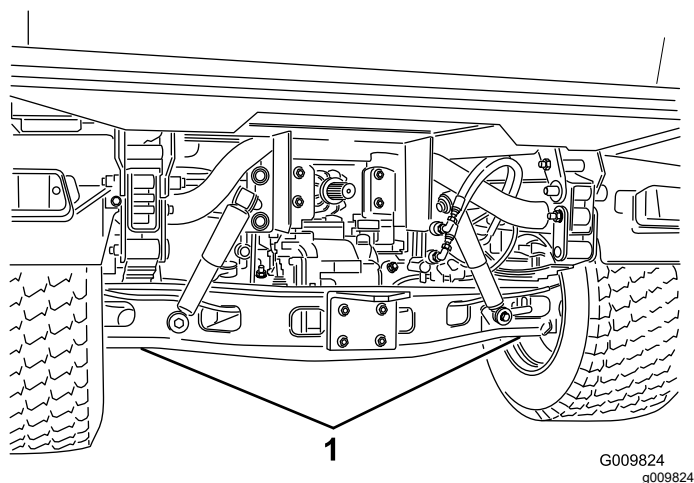

Figure 38
- Le point de levage au cric avant se trouve sous le support de cadre central avant (Figure 37), et le point arrière se trouve sous l'essieu (Figure 38).